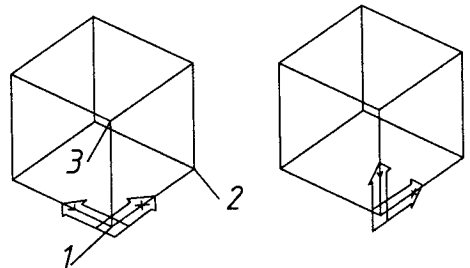

Рис. 13.3
Specify point on positive — Y portion of the UCS XY plane: вказати точку (3) (рис. 13.3).